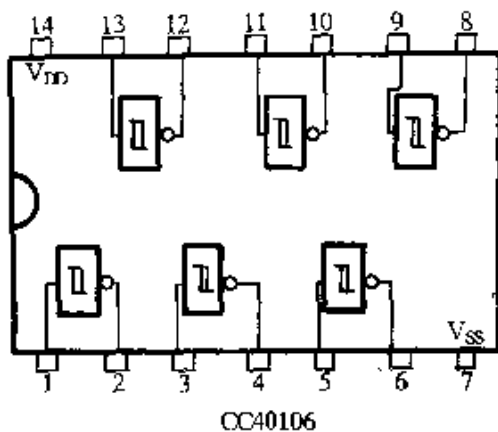

图 2-383
⑪ 图 2-383 所示为六施密特触发器 CC40106 引脚功能图。CC40106 内含六个独立的反相器形式的施密特触发器。